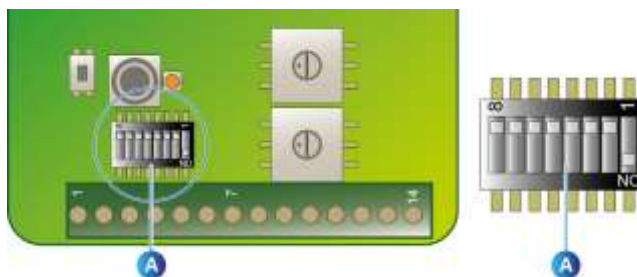

Рис. 48. Регулировка микровыключателей на *OLCT 80*.
- На радиокarte каждого *OLCT 80* расположите микровыключатели (Рис. 48, поз. А) следующим образом: